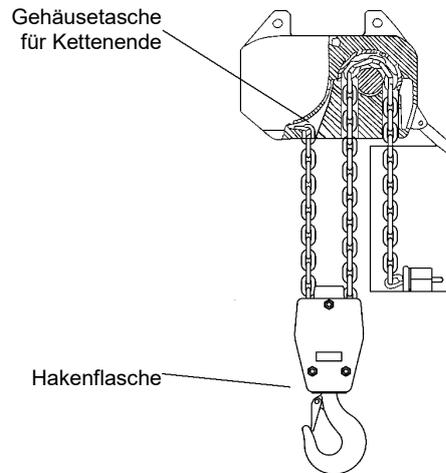

Bild 9 Lastkette zweisträngige Ausführung
Aus Materialfestigkeitsgründen ist bei diesen Modellen die Gehäusetasche zum Einhängen des Kettenendstückes (siehe Bild 9 ) entfernt worden.
4. Das aus der Hakenflasche herausgezogene Kettenende entsprechend Bild 9 oder Bild 18 flach in die Gehäusetasche des Kettenzuges einlegen.